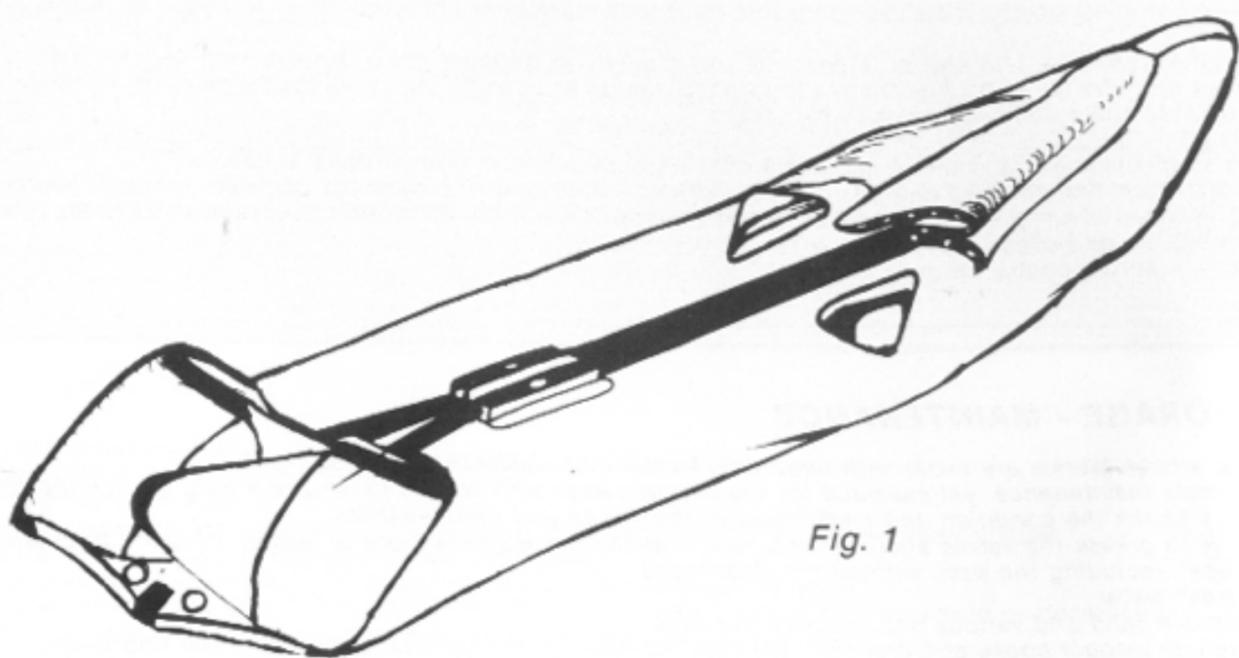

Fig. 1
- Replier les cônes sur le tableau (fig.1)